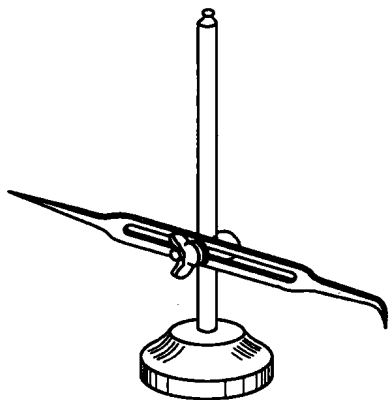

图5 划线盘
(5) 划线盘（图 5） 用来在划线平台上对工件进行划线或找正工件在平台上的正确安放位置。划针的直